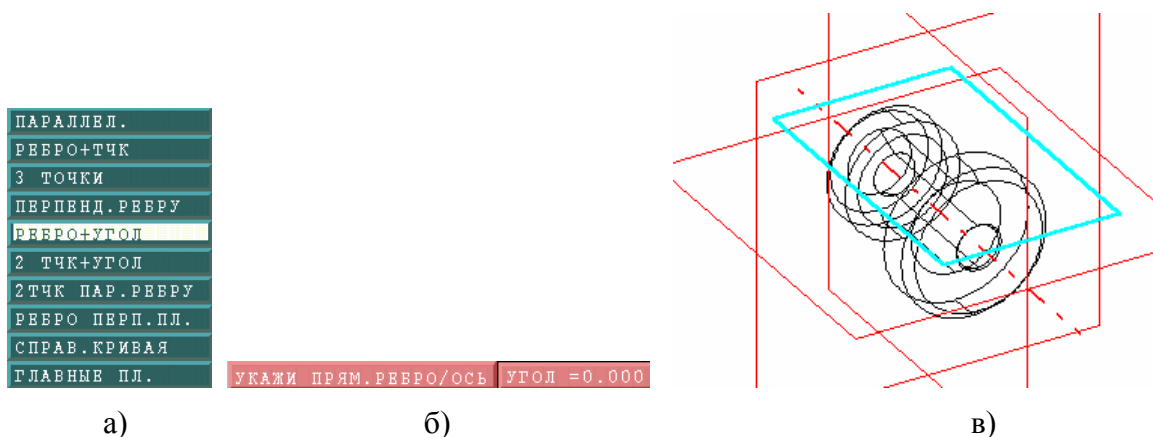

Рисунок 13 – Построение вспомогательной плоскости
1.5.2. Появляются главные опции этой функции, выбираем **ВЫДАВЛИВАНИЕ** (рисунок 13 а).
1.5.3. В верхней части экрана появляется меню, где выбираем пункт **УБРАТЬ** (рисунок 13 б).
1.5.4. Система предлагает указать грань или плоскость, на которой мы будем строить эскиз паза (рисунок 13 в).
1.5.5.3. В верхней части экрана появляется меню, где выбираем пункт меню под названием **РЕБРО+УГОЛ** (рисунок 13а).
1.5.5.4. Система просит указать ребро (рисунок 13б). Угол по умолчанию равен 0.
1.5.5.5. После этого система просит указать плоскость, относительно которой под углом 0° будет располагаться вспомогательная плоскость. Указываем плоскость ХОУ – вспомогательная плоскость построена (рисунок 13в). Мы можем «растянуть» плоскость, «ухватившись» кнопкой мыши за край и передвигая мышь в ту или иную сторону.